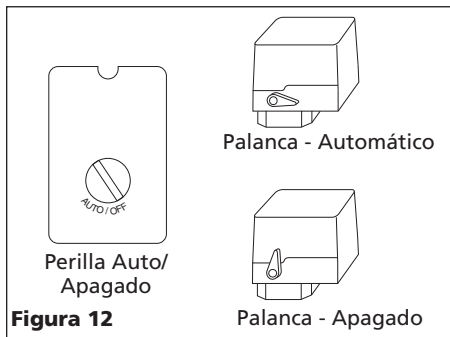

Figura 12
3. Mueva la palanca o perilla del presostato a la posición OFF y enchufe el cordón de alimentación. Coloque la palanca del presostato en AUTO para encender la unidad (Vea la Figura 12).